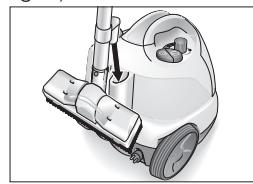

Fig. 9: Posição de estacionamento
- Durante as pausas curtas de trabalho o tubo de extensão com o bocal montado pode ser colocado na posição de estacionamento (ver fig. 9).